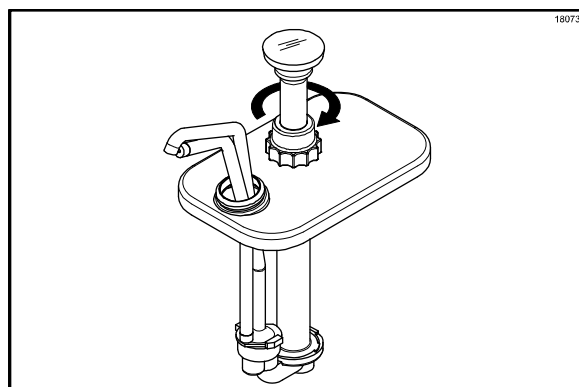

Рисунок 96
15. Затяните гайку плунжера, поворачивая ее по часовой стрелке. (См. рис. 96)